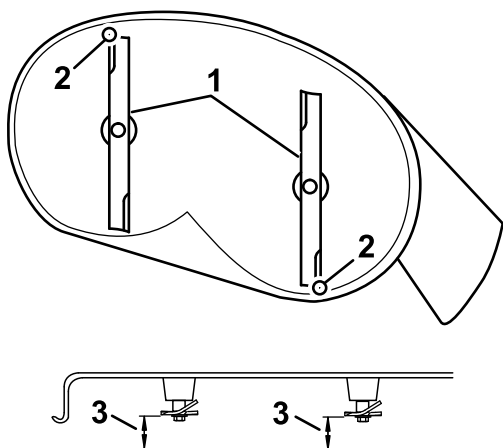

Figura 66
4. Girate con cautela le lame in modo che siano disposte longitudinalmente (Figura 66).
5. Misurate il valore dalla punta della lama anteriore e dalla punta della lama posteriore alla superficie piana (Figura 66).